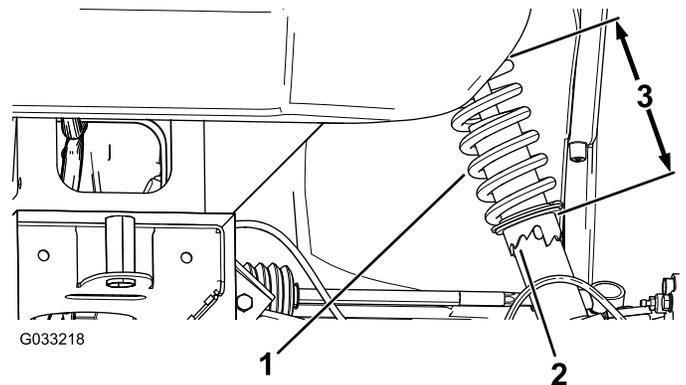

图 48
2. 如果车轮外倾角没有对齐请使用活络扳手将减震器上的锁止环旋转以对齐车轮图 48。